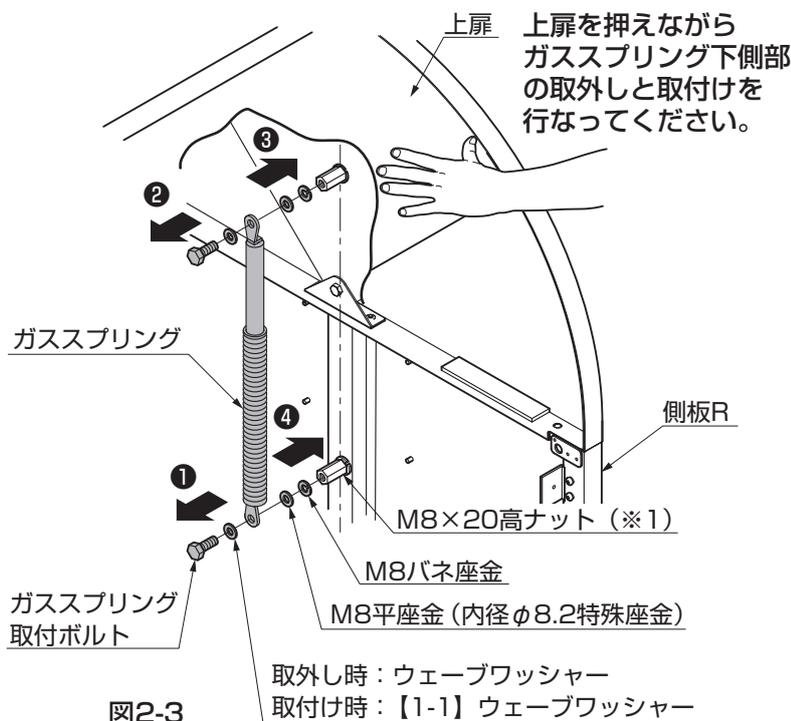

図2-3
①図2-3を参照してガスプリングを取外してください。
②図2-3を参照してガスプリングを取付けてください。